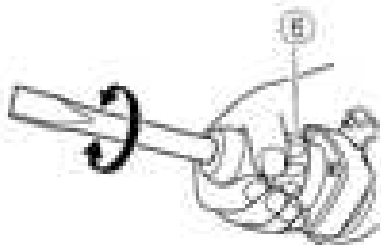

Рис. 10
3. Поверните захват, как показано на рис. 10 и зафиксируйте инструмент в желаемом рабочем направлении.